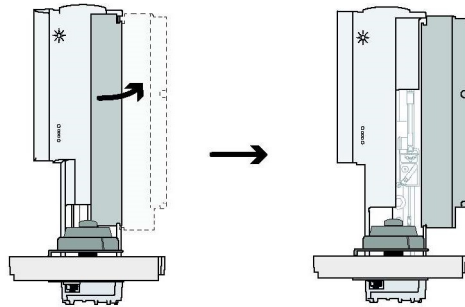

Figure 58 Open the ALS door
- 1 Open the ALS door (Figure 58).